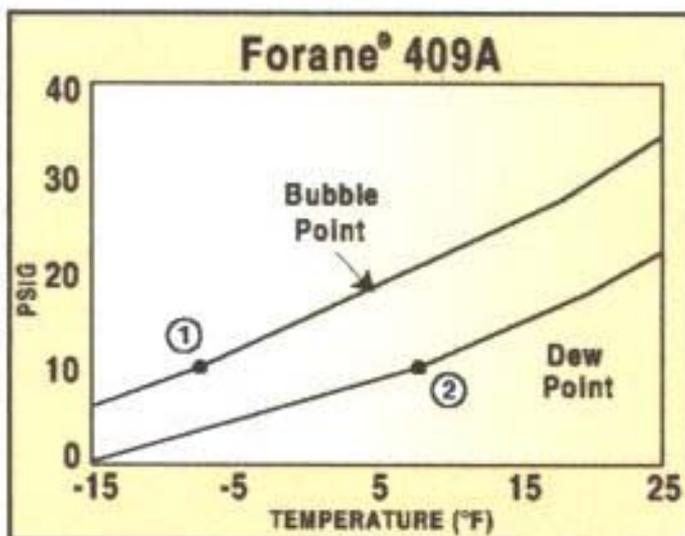

Рисунок 1. Зависимость температуры от давления. 3 – Температура начала кипения; 4 - Точка росы; 5 – Давление, фунт/дюйм2; 6 – Температура, °Ф.
- Согласно диаграмме зависимости температуры от давления для 409A (рисунок 1) Точка росы (пара) для R-409A, равная  $15^{\circ}\text{F}$ , соответствует давлению пара  $15,4$  фунт/дюйм2 ( $1,08$  кг/см2). Это давление равно давлению всасывания компрессора.